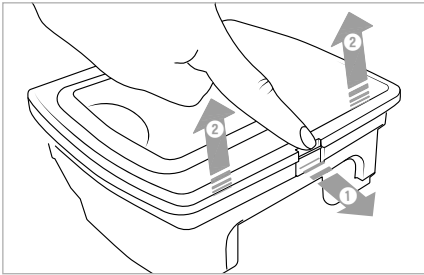

Abb. 9
- 2) Öffnen Sie die Verriegelung am Deckel des Staubbehälters **14** und klappen Sie ihn auf (siehe Abb. 9).